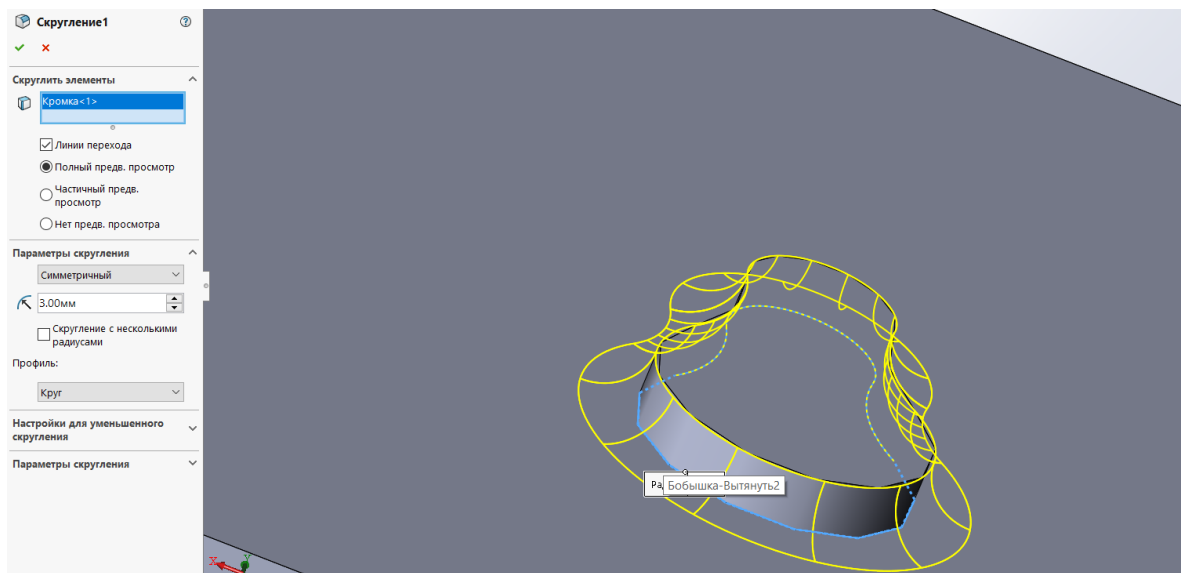

Рисунок 29 – скругление нижней кромки петли
46. Выбрать нижнюю кромку вытянутой бобышки и скруглить с радиусом скругления равным 3 (рис. 29).